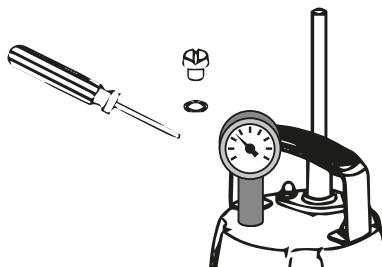

Рис. 7
4. Проверка герметичности. Данную проверку следует проводить совместно с заменой масла, после его слива из масляной камеры. Выкрутите винт-пробку на крышки электродвигателя (рис. 7). В освободившееся отверстие установите манометр или компрессометр. С помощью компрессора или насоса для опресовки подайте на 30 секунд давление 0,2 МПа в отверстие для слива/залива масла. Контролируйте процесс по показаниям на измерительном приборе.